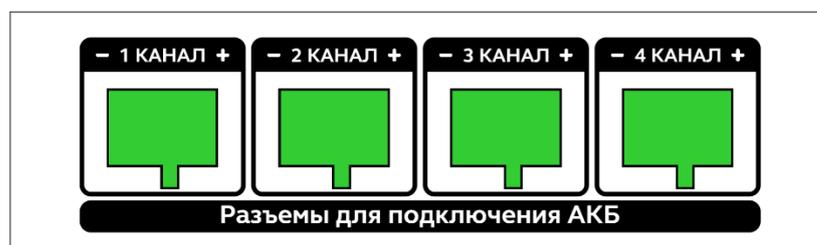

Рисунок 4.3 – тыльная панель прибора
4.3 На тыльной панели расположены четыре разъема для подключения к балансиру аккумуляторных батарей (см. рисунок 4.3).